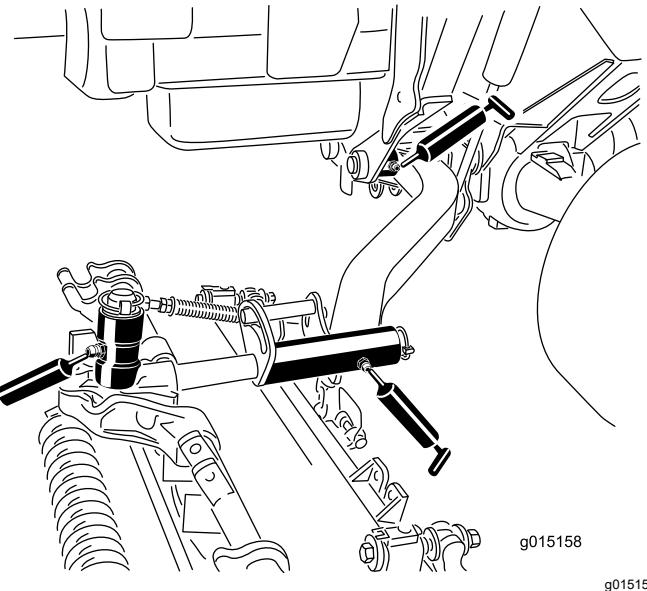

Figure 71
- Bagues de pivot de bras de levage (1 par unité de coupe); voir Figure 71.
- Bâti porteur d'unité de coupe (2 par unité de coupe); voir Figure 71.
- Pivot de bras de levage d'unité de coupe (1 par unité de coupe); voir Figure 71.